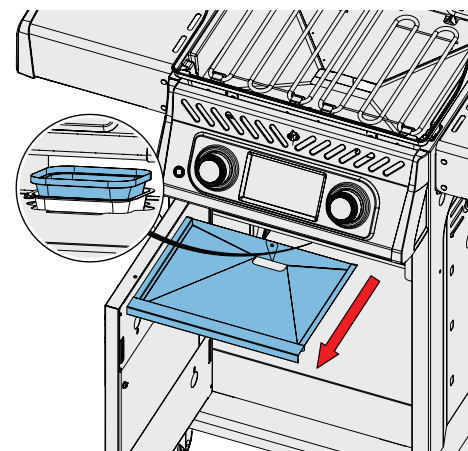

Рис. 8
1. Зніміть піддон для збору жиру з приладу, щоб отримати доступ до одноразового піддону для жиру або почистити піддон для збору жиру. (Рис. 8)
- Щоб уникнути накопичення жиру, чистіть частіше - приблизно кожні 4-5 використань. (Рис. 8)